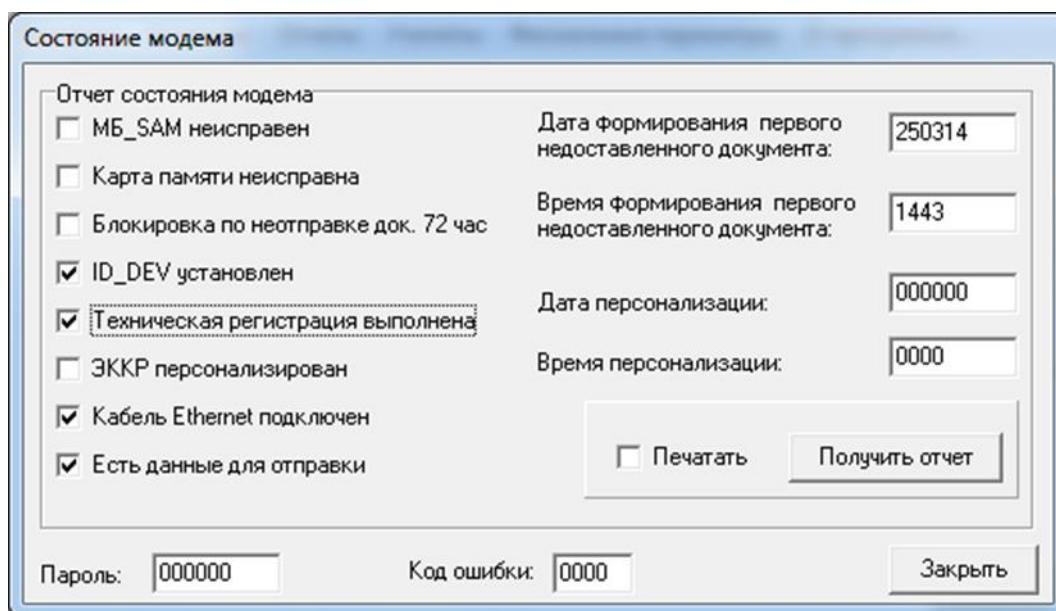

Рисунок 27
5.13 У вікні, що з'явиться перевірити пункти, відмічені позначками (рисунок 27).